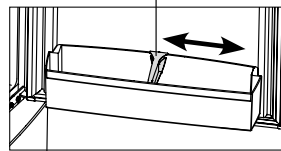

Figura 7
3.1.5 Limitatorul de sticlă împiedică răsturnarea acestora atunci când se deschide și se închide ușa. Limitatorul poate fi deplasat de-a lungul peretelui rezervorului în conformitate cu figura 7.